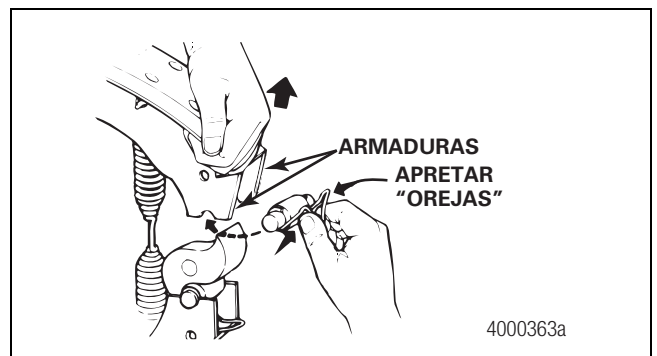

Figura 5.26
4. Jale cada zapata, separándola del árbol de levas para que pueda instalar el rodillo y el retenedor del rodillo de la zapata. Presione las orejas del retenedor para que queden alojadas en el retenedor entre las armaduras de la zapata del freno. Figura 5.26.